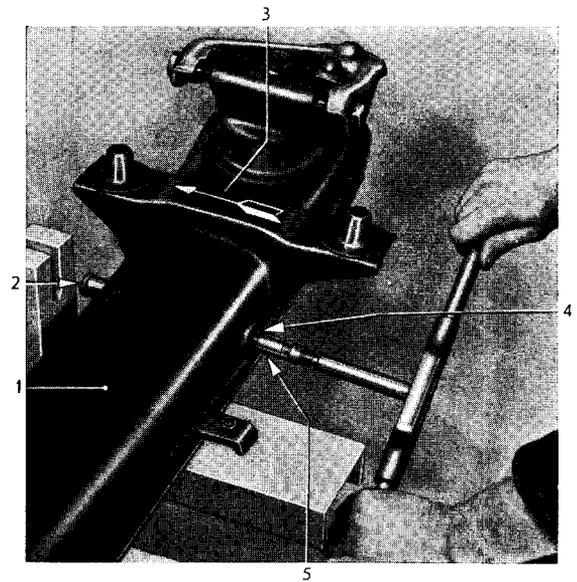

Bild 44 – Kleine Lenkerachsbohrung im Achskörper ausreiben
1. Reibahle und Führungsbuchse zum Ausreiben der kleinen Bohrung entsprechend Bild 44 in Achskörper einführen.